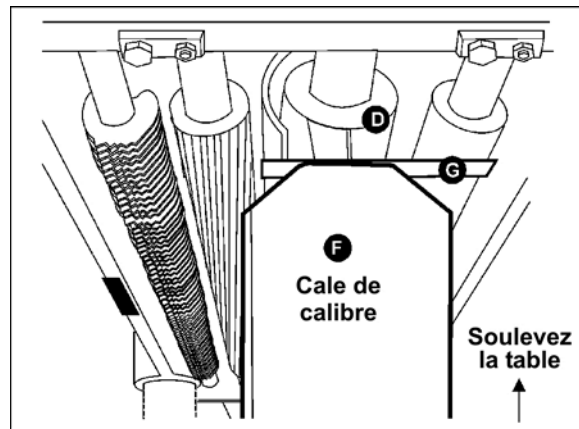

Figure 26
3. Placez la cale du calibre (F, Figure 26) sur la table directement en dessous de la tête de la découpeuse (D, Figure 26).
4. À l'aide d'un calibre d'épaisseur de 0.032" (0.81mm) (G, Figure 26) placé au dessus de la cale du calibre, soulevez la table de travail jusqu'à ce que le couteau touche le calibre d'épaisseur lorsque le couteau se trouve à son point le plus bas. Ne déplacez pas la table de travail plus loin tant que le rouleau de sortie n'est pas réglé.